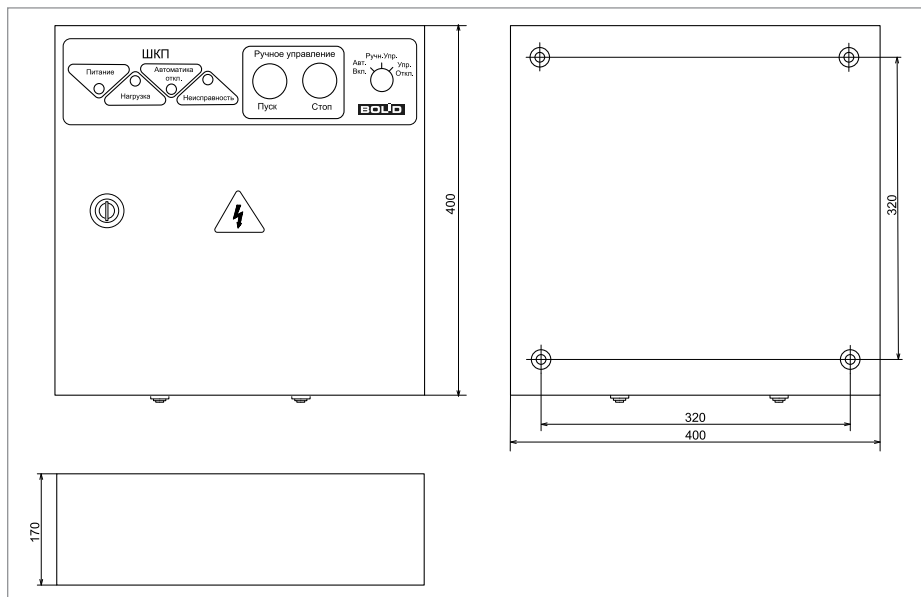

Рисунок 41. Внешний вид и габаритные размеры шкафов контрольно-пусковых «ШКП-4», «ШКП-10», «ШКП-18», «ШКП-30»
1. Наметьте на стене места для четырех установочных отверстий в соответствии с габаритным чертежом (см. Рисунок 41).